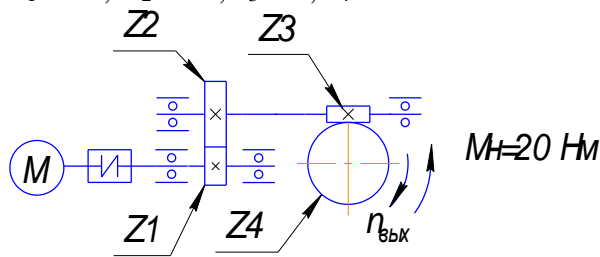

Рис. 1
1. Определить: мощность двигателя, числа оборотов валов передачи, моменты нагрузки на валах привода с двухступенчатым редуктором (рис. 1).